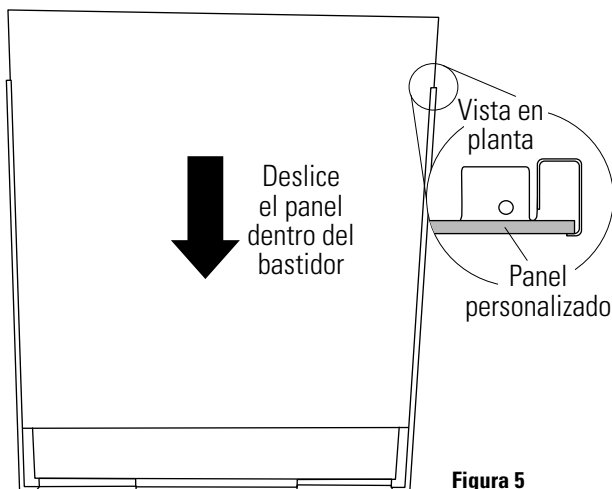

Figura 5
- Deslice el panel personalizado de 1/4 de pulg. (6 mm) dentro del canal situado entre la moldura y el panel de acero (Figura 5).